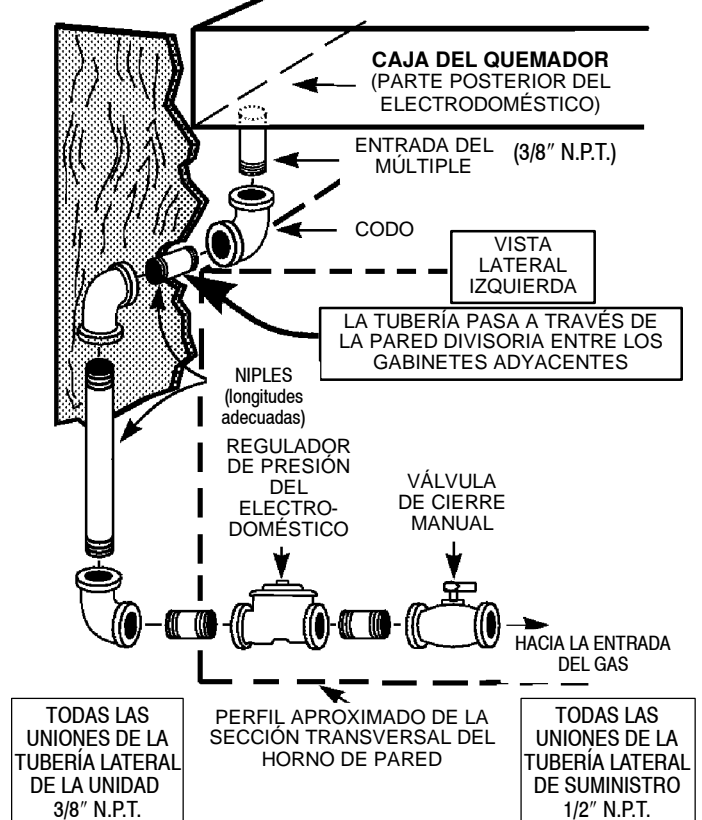

FIGURA 4
Nota, en referencia a la Figura 4 anterior:
- Para comodidad al prestarle servicio, se debe incluir una unión (no se muestra: disponible localmente) en la tubería ilustrada en la figura 4, en un lugar que sea más práctico para la instalación. Por lo general, un lugar práctico es en el gabinete debajo de este electrodoméstico, cerca de la entrada del múltiple, en lugar de en el gabinete adyacente.
Si el tomacorriente se montará en el gabinete adyacente izquierdo o derecho, debe proveerse un orificio libre, como se describe anteriormente, en la pared divisoria entre los gabinetes. La figura 4; página 5, ilustra una pared divisoria típica (lado izquierdo). El orificio libre (no
mostrado en la figura 4) puede ubicarse según sea conveniente en la pared izquierda o en la pared derecha correspondiente.